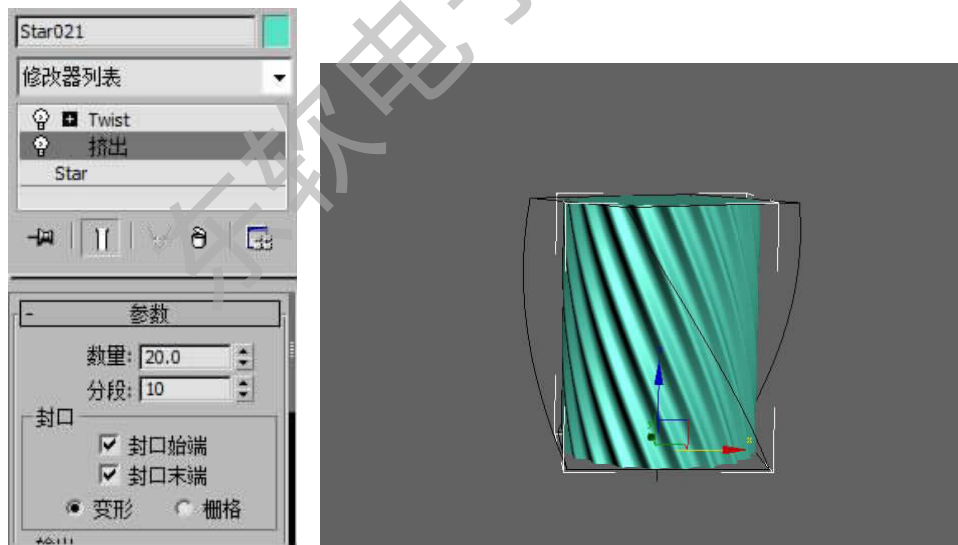

图 2-71 添加挤出
Step 15. 选择  创建面板 →  图形 → 星形, 进入修改面板添加挤出和扭曲修改器, 制作方法和蜡烛相同, 如图 2-71 所示。